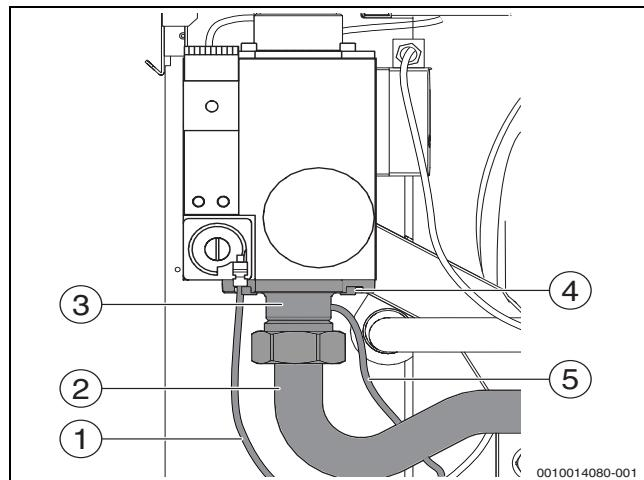

Рис. 25 Демонтаж диафрагмы
- ▶ Проверьте правильное расположение линий для измерения компенсации [1] и давления газа на выходе [5] (→рис. 25 и 75, стр. 70).